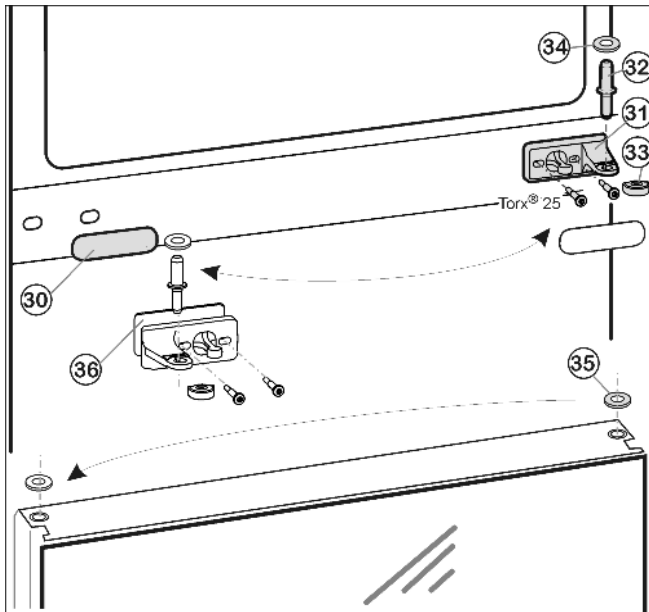
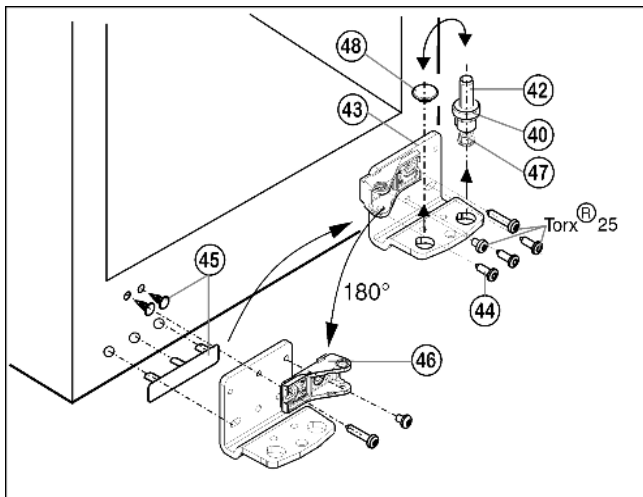

Fig. 11
Fig. 12
- ▶ Вытащите средний опорный палец Fig. 11 (32) с шайбой Fig. 11 (34) из опорного кронштейна и нижней дверцы.
- ▶ Снимите пластмассовый колпачок Fig. 11 (33).
- ▶ Открутите средний опорный кронштейн Fig. 11 (31) (2 шт. Torx® 25).
- ▶ Осторожно снимите накладку Fig. 11 (30).
- ▶ Прикрутите средний опорный кронштейн Fig. 11 (31) с подкладкой Fig. 11 (36) с поворотом на 180° на новую сторону шарнира (с моментом 4 Нм).
- ▶ Защелкните накладку Fig. 11 (30), повернув на 180°, на стороне, где теперь будет ручка.
- ▶ Переустановите шайбу Fig. 11 (35) на двери.
- ▶ Извлеките опорный винт Fig. 12 (42) в комплекте с шайбой Fig. 12 (40) и регулируемой опорой Fig. 12 (47), вытягивая его вверх.
- ▶ Снимите пробку Fig. 12 (48).
- ▶ Открутите Fig. 12 (43) опорный кронштейн Fig. 12 (44).
- ▶ Осторожно снимите и переставьте на противоположную сторону крышку и заглушки со стороны ручки Fig. 12 (45).
- ▶ Снова прикрутите нижний опорный кронштейн Fig. 12 (43) на новой стороне шарнира (с моментом 4 Нм). При необходимости используйте аккумуляторный шуруповерт.
- ▶ Открутите опорную деталь Fig. 12 (46) и снова прикрутите внутри с поворотом на 180°, закрутив длинные винты в удлиненные отверстия!
- ▶ Переставьте пробку Fig. 12 (48) в свободное отверстие.
- ▶ Вновь установите опорный винт Fig. 12 (42) с шайбой и регулируемой опорой. При этом фиксатор должен быть направлен назад.
- ▶ Установите дверцу сверху на нижний опорный палец Fig. 12 (42).
- ▶ Снова наденьте пластмассовый колпачок Fig. 11 (33) на средний опорный кронштейн Fig. 11 (31).
- ▶ Вставьте средний опорный палец Fig. 11 (32) на новой стороне шарнира через средний опорный кронштейн Fig. 11 (31) в нижнюю дверцу.
- ▶ Установите шайбу Fig. 11 (34) на средний опорный палец Fig. 11 (32).
- ▶ Установите верхнюю дверцу на средний опорный палец *Fig. 11 (32)*.
- ▶ При необходимости выровняйте дверцы через продольные пазы в нижнем опорном кронштейне *Fig. 12 (43)* и среднем опорном кронштейне *Fig. 11 (31)* параллельно корпусу устройства. Для этого выкрутите средний винт на нижнем опорном кронштейне *Fig. 12 (43)*.